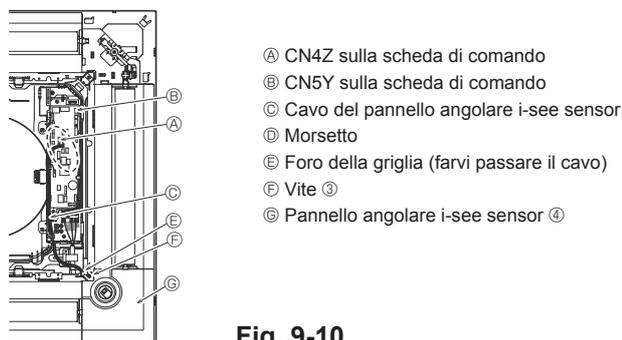

Fig. 9-10
9.4.6. Installazione del pannello angolare i-see sensor (Fig. 9-10)